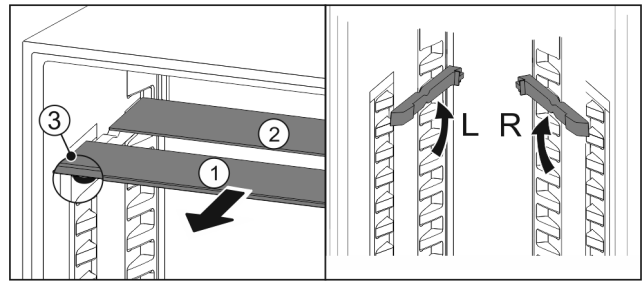

Fig. 54
- ▶ По одной извлеките Fig. 54 (1) стеклянные панели движением вперед.
- ▷ Стеклянная панель Fig. 54 (1) с декоративной планкой лежит спереди.
- ▷ Стопоры Fig. 54 (3) показывают вниз.